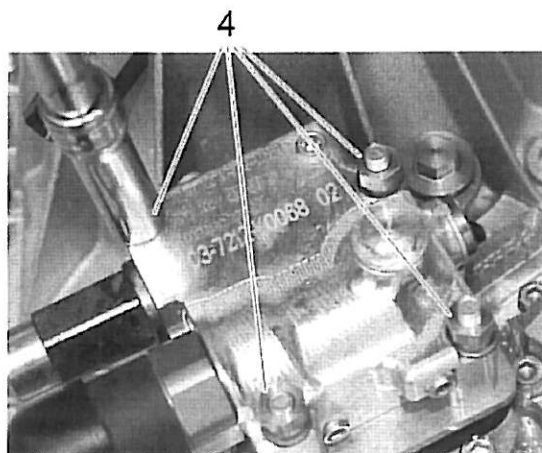

Bild 23
16. Die vier Gewindebolzen mit jeweils einer Spezialmutter (item 4) bestücken und die Spezialmutter (item 4) dann kreuzweise mit dem vorgeschriebenen Anzugsmoment anziehen. Siehe Bild 23.